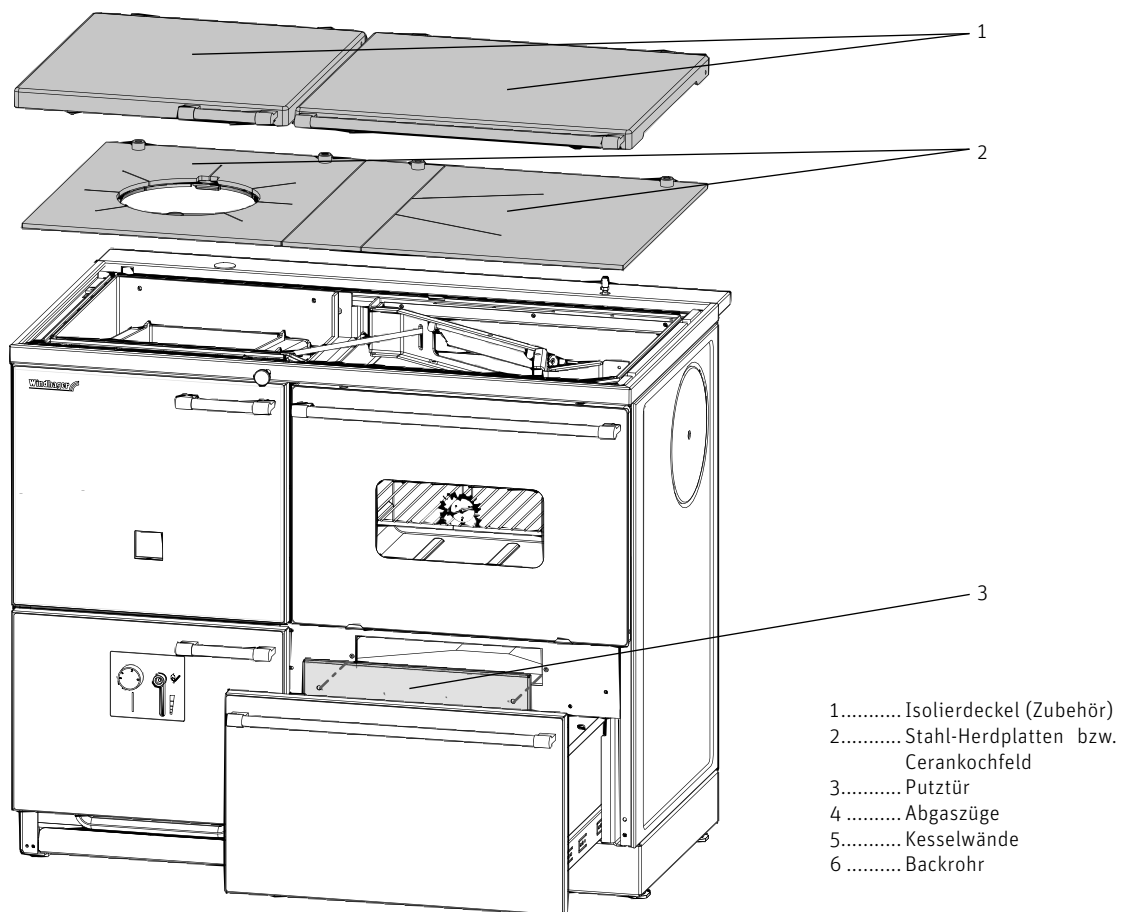

Fig. 13 Isolierdeckel und Stahl-Herdplatte abnehmen, reinigen und Putztür unter Backrohr öffnen
- a) Isolierdeckel (Zubehör auf Wunsch) abnehmen – Fig. 13.
- b) Herdplatte abnehmen und reinigen – Fig. 13.